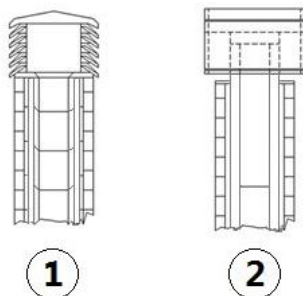

Fig. 4 - Comignoli antivento
- Si consiglia un comignolo di tipo antivento, vedi **Fig. 4 a pag. 8**.
- Canna fumaria esterna realizzata esclusivamente con tubi inox isolati cioè con doppia parete minimo Ø100/120 mm: il tutto ben ancorato al muro. Con comignolo antivento (vedi Fig. 4 a pag. 8).